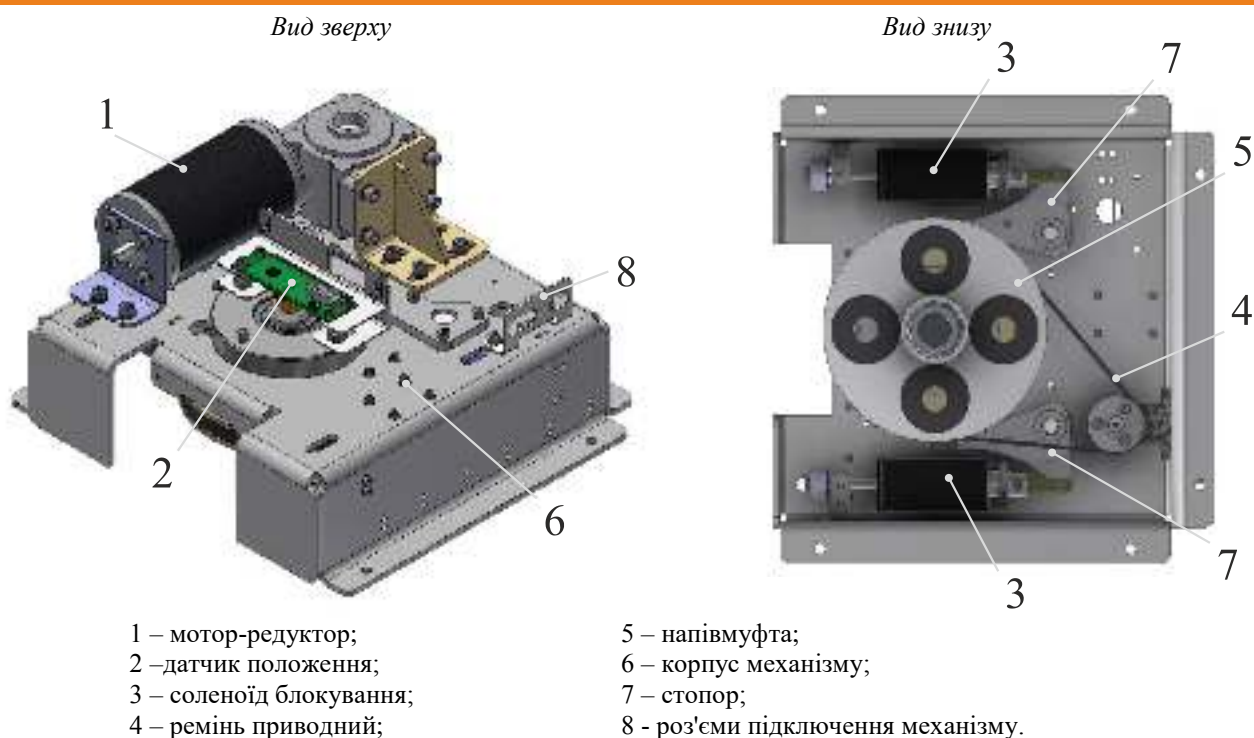

Рис. 4 – Загальний вигляд та конструкція механізмів хвртки та ротора турнікету «BICYCLONE-L»
1.4.2. Конструкція механізму керування ротором та хвірткою (див. рис.4).